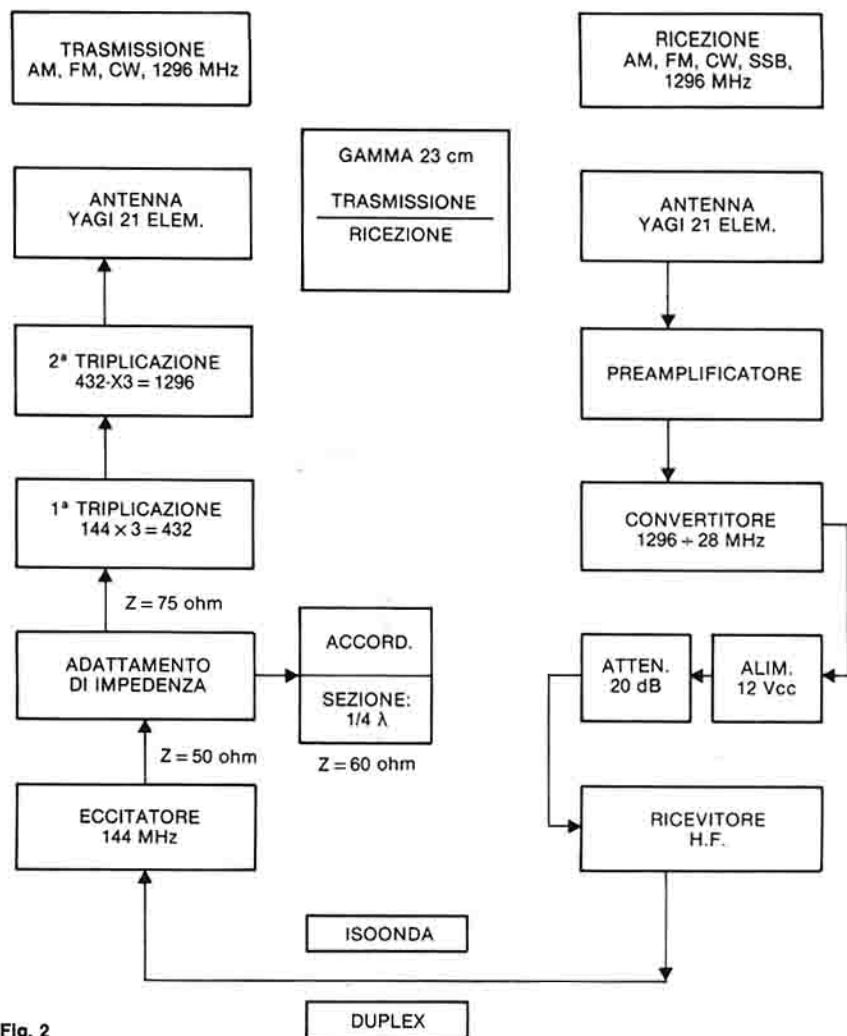

Fig. 2
- a) schema a blocchi del sistema di rice-trasmissione (fig. 2);